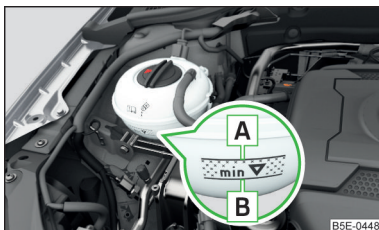

Fig. 311
Verificarea nivelului lichidului de răcire - nivelul lichidului de răcire trebuie să se afle între marcasele **A** și **B** » fig. 311. Dacă nivelul lichidului de răcire se află sub marcajul **B**, completați lichidul de răcire.
Specificația lichidului de răcire este menționată pe vasul de expansiune a lichidului de răcire » fig. 311.
■ Nu adăugați lichid de răcire deasupra marcajului **A** » fig. 311. Lichidul de răcire ar putea fi împins din sistemul de răcire, atunci când se încălzește - există pericolul de deteriorare a pieselor din compartimentul motor.